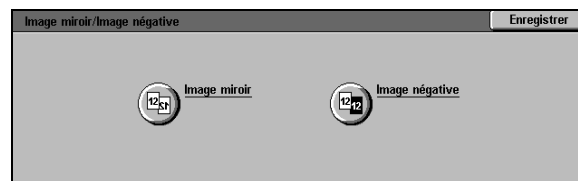

Figure 25 : Écran Inverser image
- 1 Appuyez sur **Inverser image** dans l'onglet Présentation spéciale afin d'accéder à l'écran correspondant (voir la figure 25).